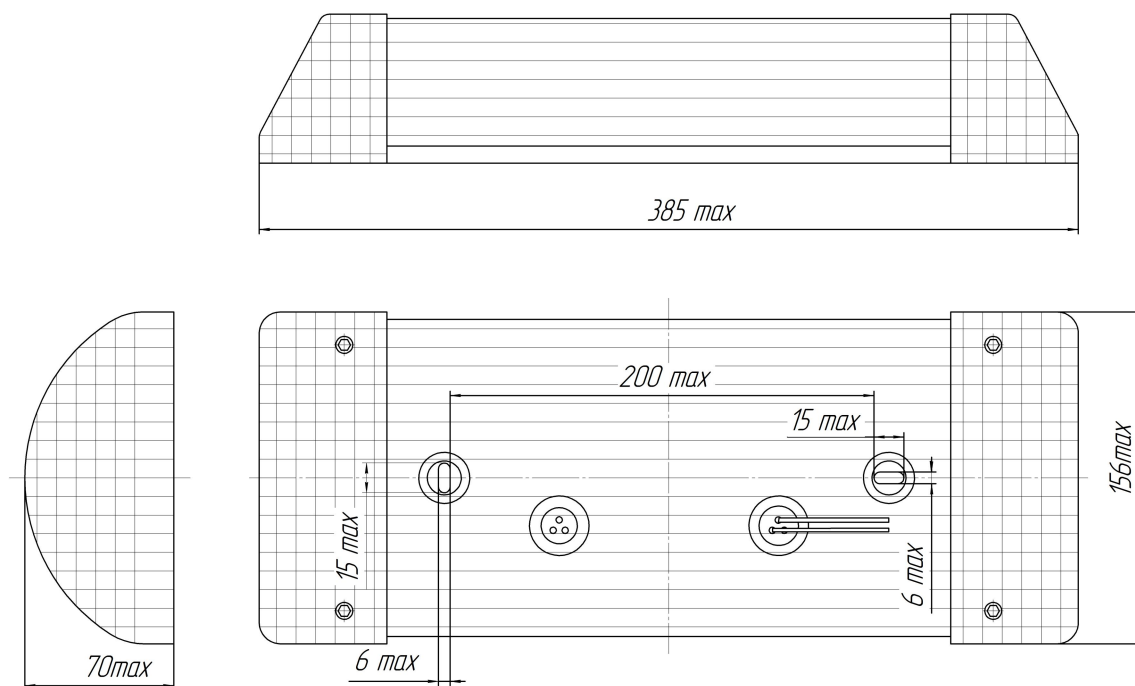

Рисунок 1
1.4.1. Светильник состоит (см. Рисунок 1) из металлического основания, которое является несущим элементом светильника, рассеивателя, светодиодных полупроводниковых модулей, источника питания и контактного устройства.